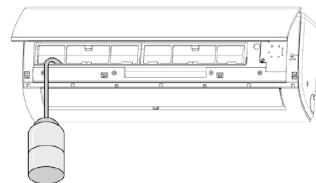

fig. 22 -
- Aby sprawdzić odpływ, wlej wodę do miski odpływu kondensatu ("fig. 22 -").